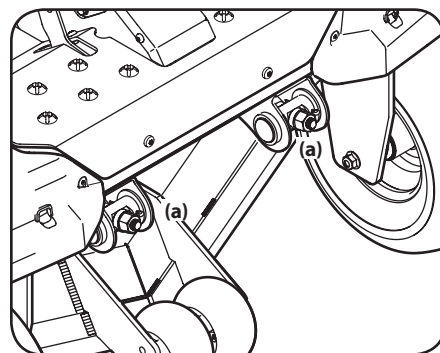

Figure 4-11
5. Pour relever le devant du plateau de coupe, desserrez les écrous autobloquants à l'avant des axes de pivot (a) à l'aide d'une clé. Ensuite, serrez les contre-écrous situés à l'arrière des axes de pivot (a) pour relever le devant du plateau de coupe et le maintenir en place. Voir Figure 4-11.
6. Pour abaisser le devant du plateau de coupe, desserrez les contre-écrous à l'arrière des axes de pivot (a) à l'aide d'une clé. Ensuite, serrez les écrous autobloquants à l'avant des axes de pivot (a) pour abaisser le devant du plateau de coupe et le maintenir en place. Voir Figure 4-11.